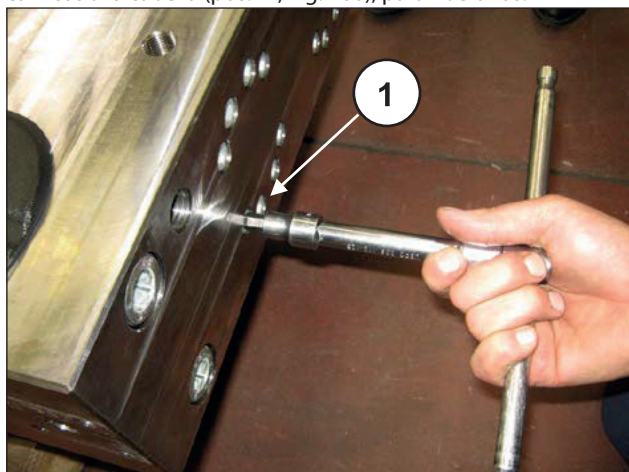
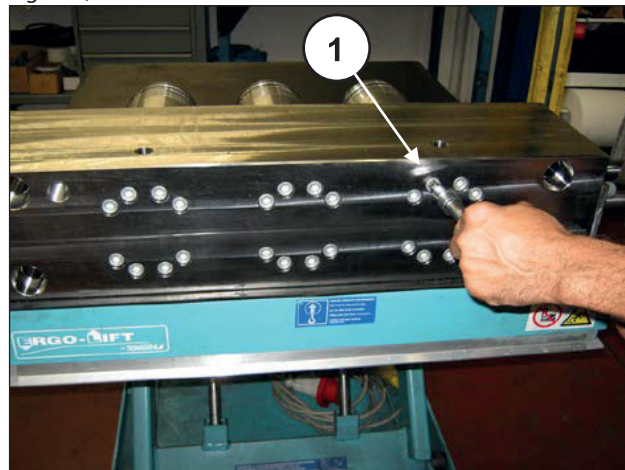
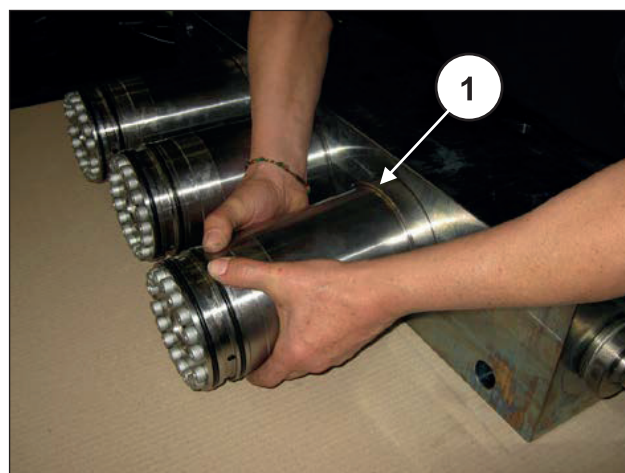

Fig. 166
Fig. 173
Fig. 174
Aflojar, sin extraerlos, los tornillos M12x160 que fijan las camisas a la cabeza (pos. ①, Fig. 166), para liberarlas.
Extraer los tornillos M12x160 que fijan las camisas a la cabeza (pos. ①, Fig. 173) y extraer los grupos de camisas (pos. ①, Fig. 174).
Para extraer los grupos de pistón operar del siguiente modo: Extraer la cabeza del distanciador de la cabeza fijado en el cárter de la bomba como se indica en el punto 2.2.1 (de Fig. 166 a Fig. 174).